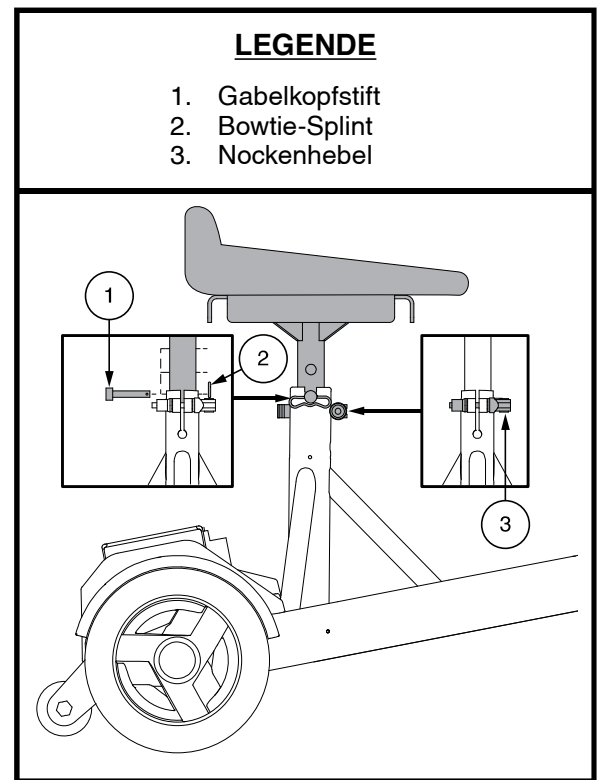

Abb. 19. Einstellung der Sitzhöhe
Der Sitz kann in verschiedenen Höhenstellungen eingestellt werden. **Siehe Abb. 19.**
1. Richten Sie die Einstelllöcher am Sitz und an der unteren Sattelstütze aus, während Sie den Sitz festhalten einstecken und Pfosten einsetzen. **Siehe Abb. 19.**